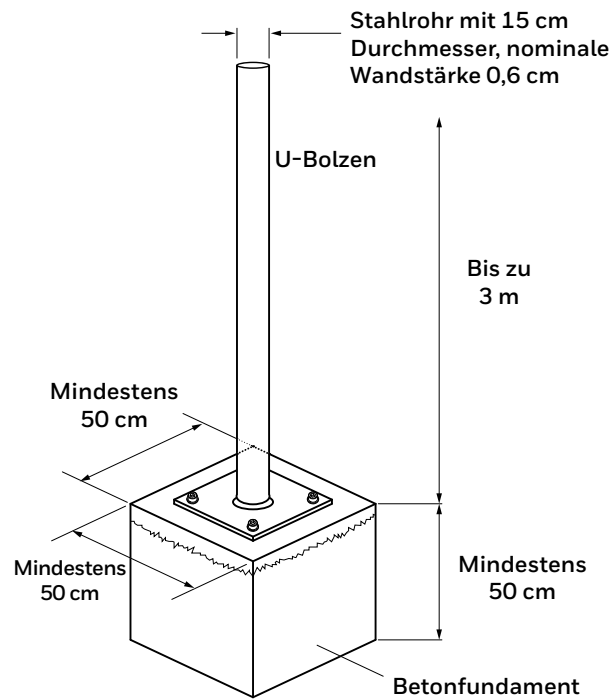

Abbildung 5. Stahlrohrstützstruktur
3. Befestigen Sie die montierte universelle Montagehalterung (oder den Montageplattenadapter für die universelle Montagehalterung) am Pfosten. Richten Sie die V-Nut des Halterungsflanschs an dem Pfahl aus, damit er gut passt. Befestigen Sie die Halterung mit zwei U-Schrauben und vier Muttern mit Unterlegscheiben. Alternativ können Sie die Halterung auch mithilfe der Worm Drive-Clips befestigen (Abbildung 5).